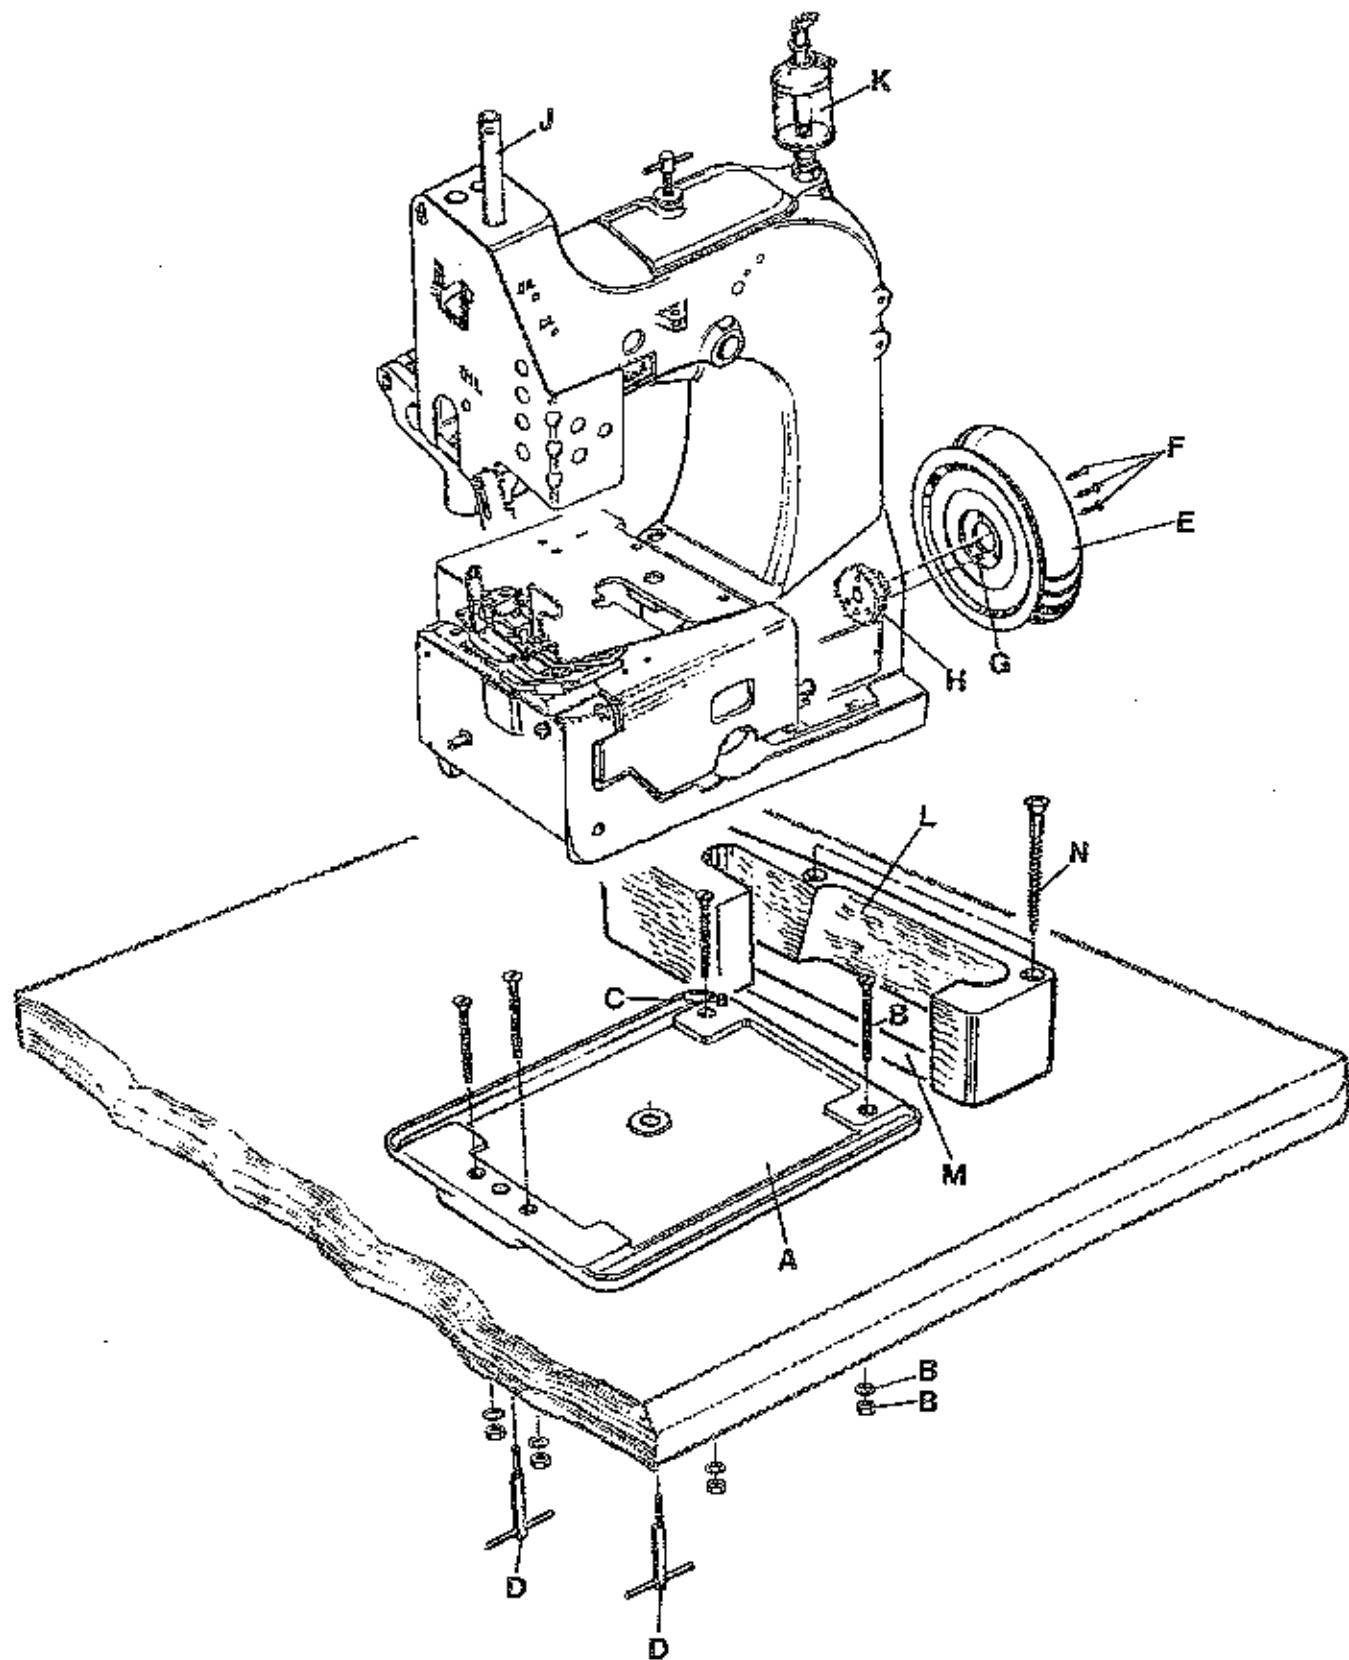

Fig. 1
2. Mount the base plate (A, Fig. 1) with four screws, nuts and washers (B) in the provided holes on the table board.
3. Place the sewing machine on the base plate so that the roll pin (C) in the base plate engages with the right rear hole in the machine base.
4. Fasten the sewing machine with the two T-screws (D) on the base plate.
6. Assemble the handwheel pulley (E) with three countersunk screws (F) to the sewing machine. Pin (G) must engage with the hole in hub (H).
7. Screw in needle bar guard (J).
8. Screw in sight feed oiler (K).
9. Align the handwheel belt guard (L) with the V-belt slot (M) in the table board and with the handwheel pulley and fasten it with two wood screws (N) on the table board.
2. Montieren Sie die Grundplatte (A, Fig. 1) mit vier Schrauben, Muttern und Scheiben (B) in den dafür vorgesehenen Bohrungen auf der Nähfischplatte.
3. Stellen Sie die Nähmaschine auf die Grundplatte, so daß die Spannhülse (C) in der Grundplatte in der Bohrung rechts hinten im Maschinensockel eingreift.
4. Befestigen Sie die Nähmaschine mit den beiden Kreuzschrauben (D) auf der Grundplatte.
6. Montieren Sie die Handrad-Riemenscheibe (E) mit drei Senkschrauben (F) an die Nähmaschine. Der Stift (G) muß in die Bohrung in der Nabe (H) eingreifen.
7. Schrauben Sie den Nadelstangenschutz (J) ein.
8. Schrauben Sie den Tropföler (K) ein.
9. Richten Sie den Handrad-Riemenschutz (L) zum Keilriemenschlitz (M) in der Nähfischplatte und zur Handrad-Riemenscheibe aus und befestigen Sie ihn mit zwei Holzschrauben (N) auf der Nähfischplatte.